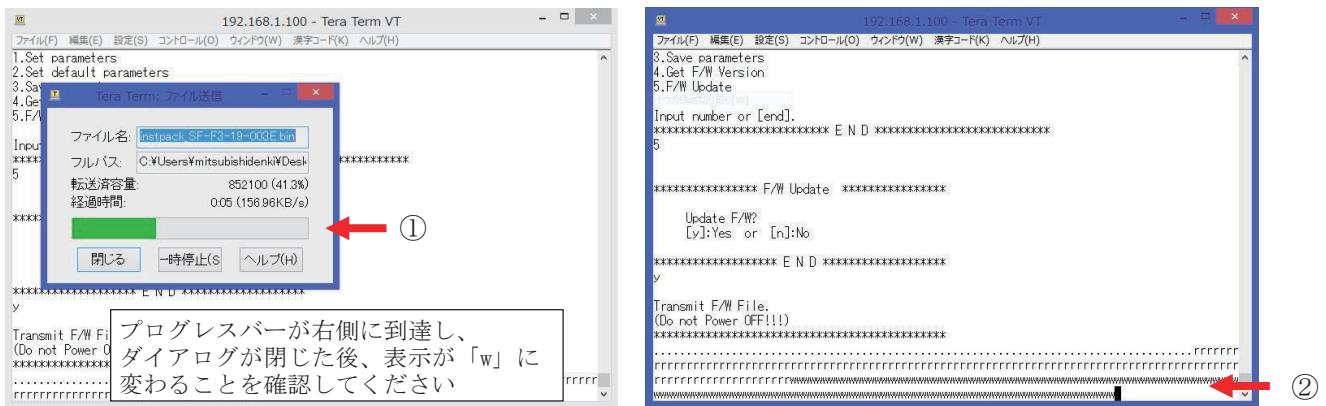

図 6.11 フームウェアデータ転送と書き込み
2. ファームウェアデータの転送と書き込み (図 6.11)
①ファームウェアデータの送信のプログレスバーに併せてターミナルソフトウェアに「r」が表示されることを確認してください。